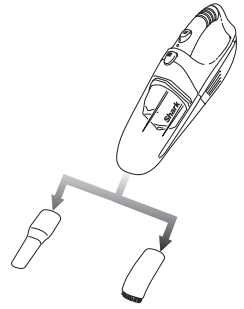

Fig. 4
- 4 The crevice tool can be used to clean narrow, hard to reach places. The dusting brush is used for the furniture, venetian blinds, books, lamp shades and shelves. Attach the desired attachment by pushing it into the air-intake nozzle. **(fig. 4)**
- 4 Le suceur plat peut être utilisé pour nettoyer les endroits en angle et difficiles d'accès. La brosse à épousseter est utilisée pour les meubles, les stores, les livres, les abat-jours et les tablettes. Installez l'accessoire désiré en le poussant dans l'embout d'admission d'air. **(fig. 4)**
- 4 La boquilla esquinera se puede usar para limpiar lugares angostos y difíciles de acceder. El cepillo se usa en muebles, persianas venecianas, libros, pantallas de lámparas y estanterías. Coloque el accesorio deseado empujándolo dentro de la boquilla de entrada de aire. **(fig. 4)**